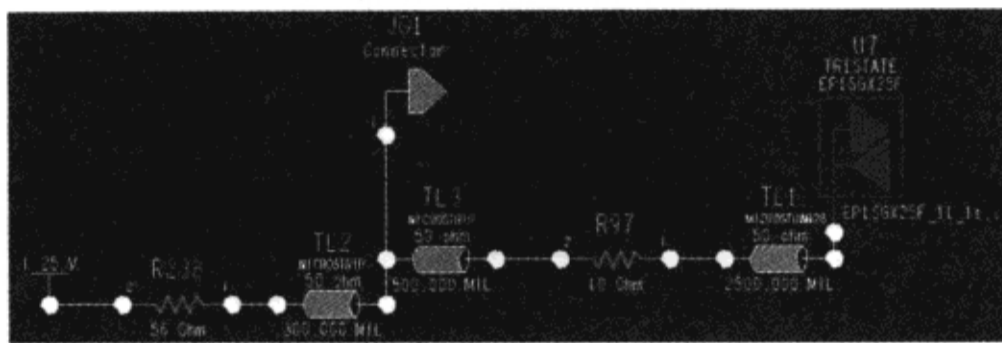

图 3-9-27 添加连线
- (8) 单击“OK”按钮，关闭“Add Element Browser”对话框。
- (9) 单击刚刚添加的 JO1 的 1 号引脚，连线到 TL2 的引脚上，如图 3-9-27 所示。